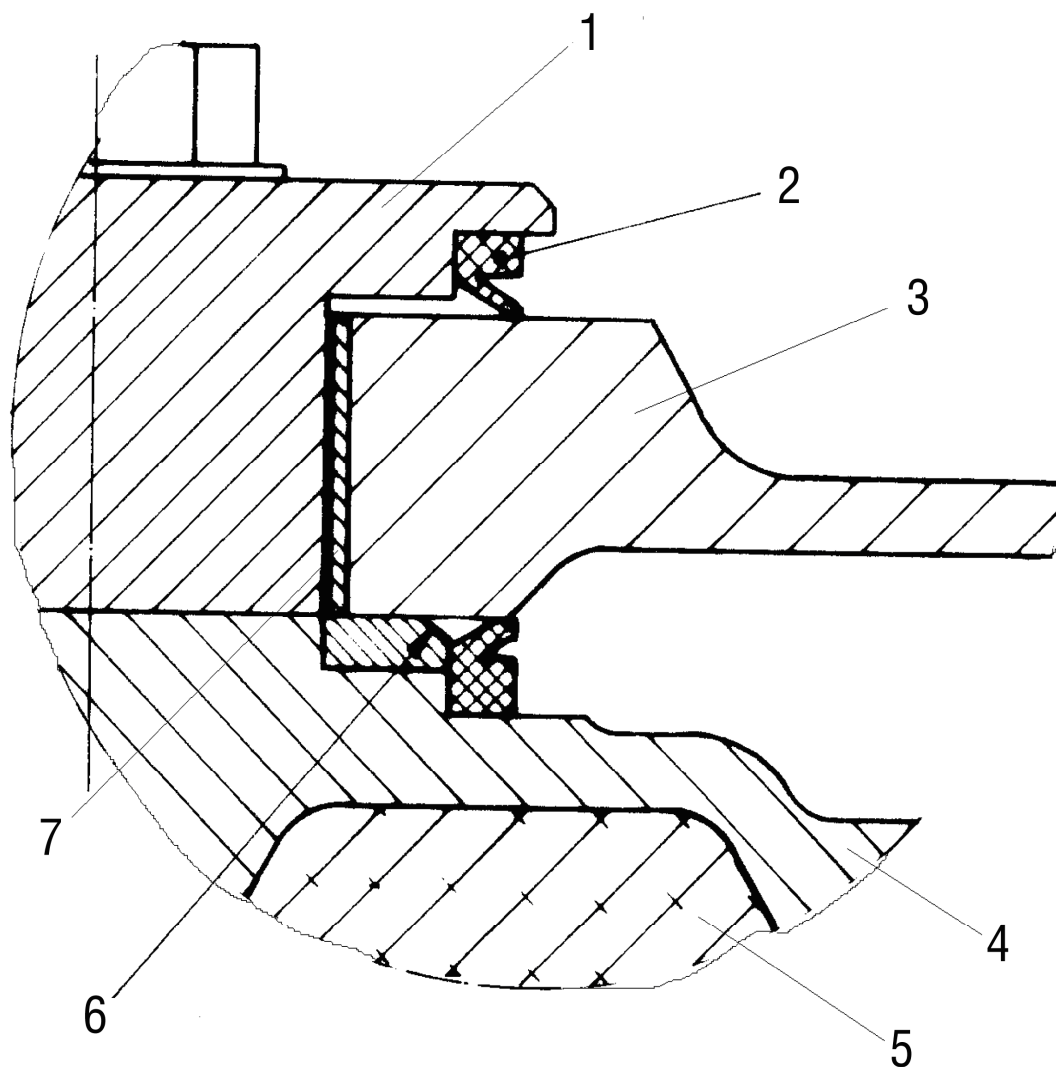
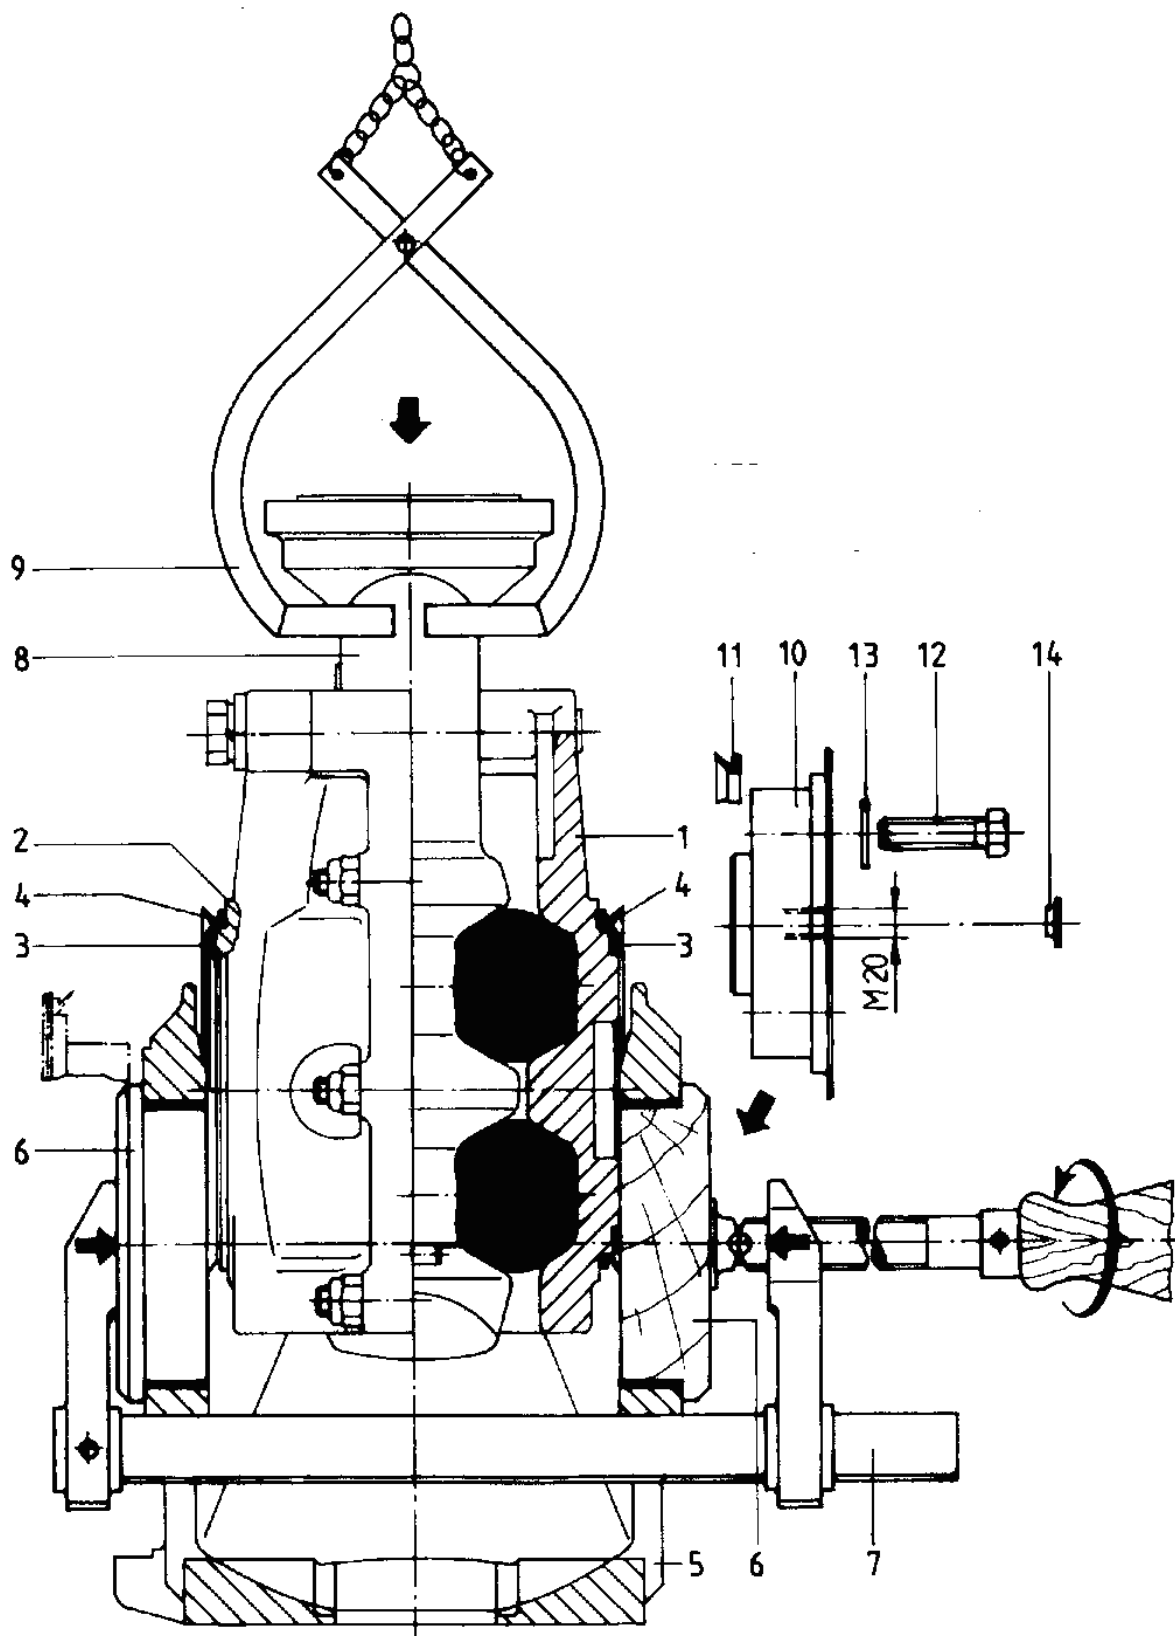

Figura D-8. Instalación correcta de las juntas y arandelas
Figura D-9. Montaje de la unidad de resortes del caballete – esquema de principio
<ul style="list-style-type: none"> • Quitar el resorte (38). • Desmontar el dispositivo de centrado (apdo. D.4.7). • Asegurar la unidad de resortes mediante chavetas de madera contra movimiento laterales. • Quitar los tapones (21) mediante un destornillador. • Enderezar las chapas de sujeción de tuercas (9) mediante un escoplo plano. • Desatornillar los tornillos (23) de los muñones (3, 4). • Enroscar un tornillo M20x90 en el agujero central de los muñones (3, 4) y sacarlos. • En vez de los muñones (3, 4), introducir unos muñones falsos en los agujeros del caballete de soporte y asegurarlos con una prensa de tornillo. • Colgar la barra de tracción en una grúa de taller (mediante el collar para las bridas de acoplamiento); levantar la barra – junto con la unidad de resortes compuesta de los casquillos (11, 12) y elementos elásticos (8) – cuidadosamente hacia arriba fuera del caballete de soporte sin dañar las juntas trapezoidales (19) y las arandelas de deslizamiento (15), y colocar la barra sobre un soporte apropiado. • Para el despiece de la unidad de resortes, desatornillar las tuercas (29, Figura A-26). • Sacar los tornillos (23) de los casquillos (11, 12). – Quitar los casquillos (11, 12) y los elementos elásticos (8) de la barra de conexión; no sacar los pasadores cilíndricos (34) del casquillo inferior (12). <p>D.4.6.2 Montaje</p> <ul style="list-style-type: none"> • Para montar la unidad de resortes, meter los elementos elásticos (8, Figura A-26) en las cavidades de los casquillos superior (11) e inferior (12). • Introducir los pasadores cilíndricos (34) en caso de que fueran sacados. • Posicionar los casquillos (11, 12) en la barra de conexión (1, Figura A-25) y apretarlos con una prensa de tornillo. • Unir los casquillos (11, 12) con los tornillos (23) y las tuercas (29). • Apretar los tornillos (16) en diagonal con un par de apriete de 177 ± 10 Nm. • Quitar la prensa de tornillo. • Poner los tapones (20) en los agujeros delanteros del casquillo (11) superior. • Para montar la unidad de resortes en el caballete de soporte, montar las arandelas de deslizamiento (15) y juntas trapezoidales (19) en los casquillos (11, 12), colocándolas sobre las superficies engrasadas en las que luego se apoyan los muñones. Asegurar que las arandelas y juntas estén en posición correcta (ver Figura D-8). • Obturar los agujeros en el caballete con muñones falsos y asegurarlos con una prensa de tornillo. • Introducir la unidad de resortes premontada cuidadosamente en el caballete (utilizando una grúa de taller) hasta que los centros de los muñones y los agujeros del caballete queden perfectamente alineados entre sí (ver Figura D-9).